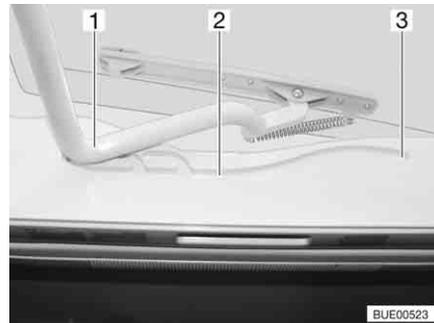

Bild 19 Uppfällbar taklucka, spår
- Dra in bygeln (Bild 19,1) i spåret (Bild 19,2) till den bakersta positionen (Bild 19,3).
- Tryck bygeln (Bild 19,1) lätt uppåt med båda händerna.
- Drag bygeln till önskad position i spåret (Bild 19,2).